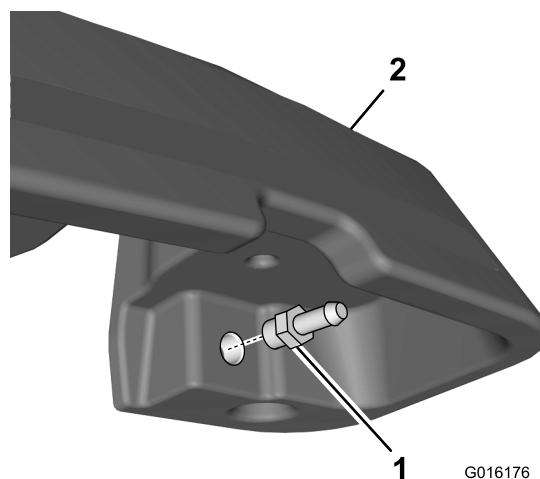

Bild 6
21. Befestigen Sie das gerade Hydraulikanschlussstück in der Öffnung an der Unterseite des Ölleck-Warnsystembehälters (Bild 6).